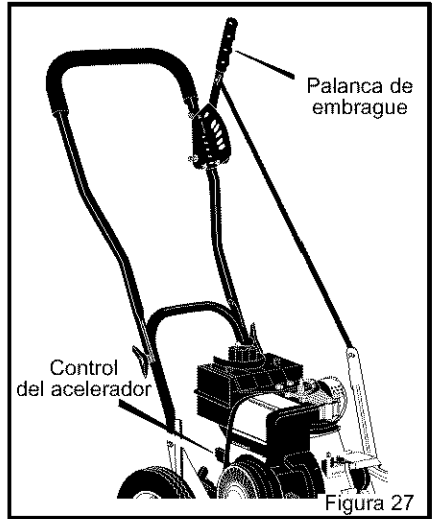

Figura 27
1. Mueva la **palanca de embrague** hacia atrás hasta la posición **DESENGANCHADA**. Luego, mueva el **control del acelerador** a la posición de **PARADA**. Ver la Figura 27.
2. Mueva el **control del acelerador** hacia arriba para incrementar la velocidad del motor, o hacia abajo para aminorarla (ver la Figura 27).